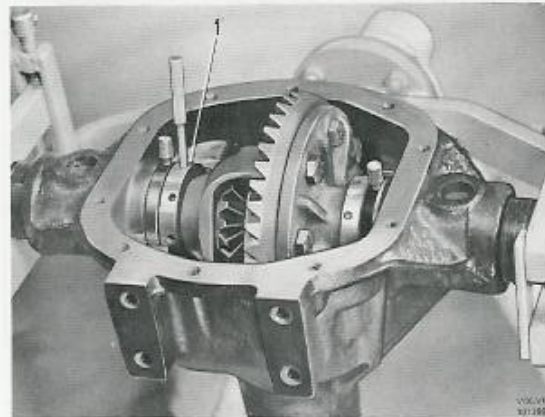

Bild 55. Inställningsringar för differential
1. Olja inställningsringarna invändigt och sätt dem på differentialhuset. För typ 23 används inställningsringar SVO 2687 och för övriga SVO 2595. Ringen med svartoxiderad justerring placeras på kronhjulssidan. Olja även in lagerläget i huset. Differentialhus och inställningsringar placeras i bakaxelhuset, se bild 55. Använd indikatorklocka och justera in ringarna så att rätt kuggflankspel, 0,15 mm** erhålls. Dra åt låsskruvarna i inställningsringarna.